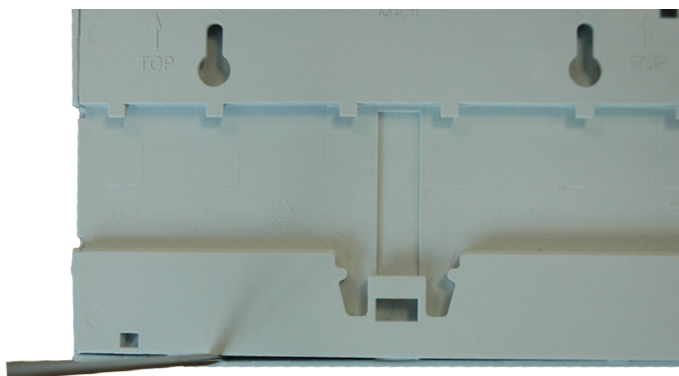

Fig.2
- rimuovere la base del contenitore infilando un cacciavite a taglio fra base e coperchio (si veda Fig.2), a sinistra rispetto a dove era allocato il gancio nero, e contemporaneamente spingendo sulla morsettiere soprastante. Ripetere l’operazione infilando il cacciavite fra base e coperchio, a destra rispetto a dove era allocato il gancio nero.